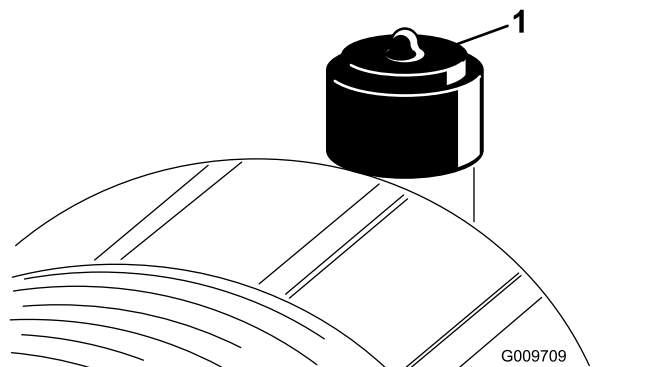

Bild 91
Warten Sie den Luftfilter nur, wenn die Wartungsanzeige dies angibt (Bild 91). Das frühzeitige Auswechseln des Luftfilters erhöht nur die Gefahr, dass Schmutz in den Motor gelangt, wenn Sie den Filter entfernen.
2. Stellen Sie die Anzeige (Bild 91) zurück, wenn sie auf Rot steht.